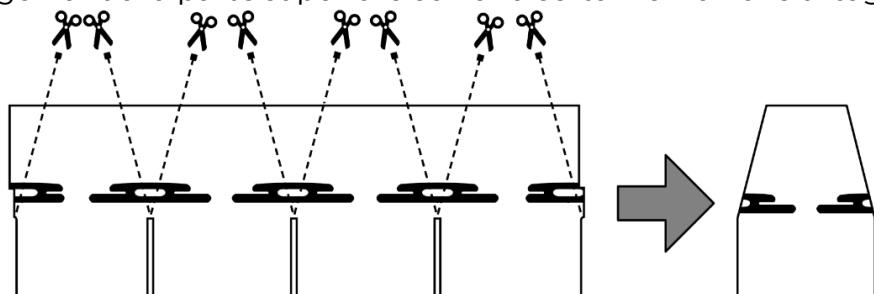

Fig. 10 - Preparazione elementi colmo
- Predisporre gli elementi colmo, andando a tagliare in quattro pezzi una tegola intera e sagomando la parte superiore con una certa inclinazione di taglio -Fig. 10.
- Predisporre gli elementi di colmo andando a tagliare in quattro una tegola intera e sagomando la parte superiore con una certa inclinazione di taglio – Fig. 10.